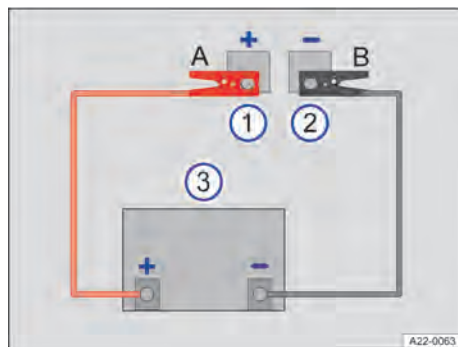

Fig. 175 Esquema para conexão dos cabos auxiliares de partida.
Conectar o cabo auxiliar de partida somente na sequência A – B. → Fig. 175.
3. Conectar o polo do cabo auxiliar de partida vermelho ao ponto de auxílio à partida positivo (+) do veículo → Fig. 175 ①, → ⚠.
4. Conectar o polo do cabo auxiliar de partida preto ao ponto de auxílio à partida de massa (-) do veículo → Fig. 175 ②, → ⚠.
3. Conectar o cabo auxiliar de partida após o auxílio à partida somente na sequência B – A → Fig. 175.